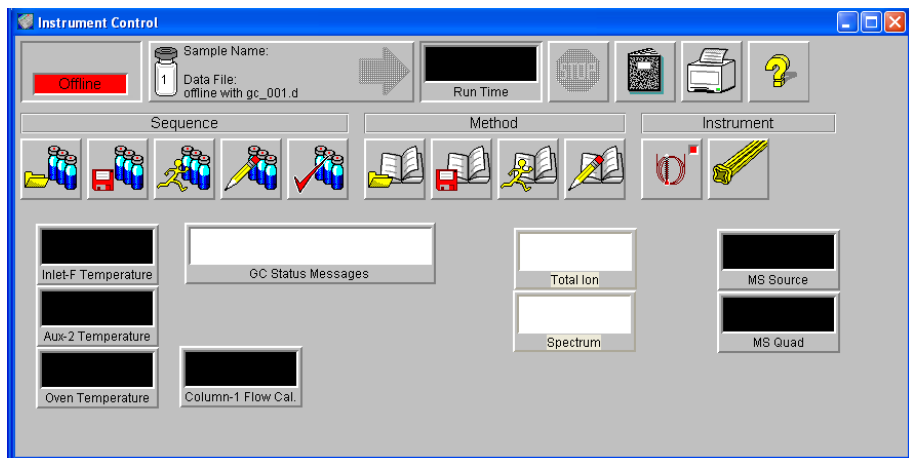

Abb. 14 Anordnen von Überwachungen
- 8 Klicken Sie auf jede Überwachung, und ziehen Sie diese an die gewünschte Position. Beachten Sie Abb. 14 für ein Beispiel der Anordnung von Überwachungen.